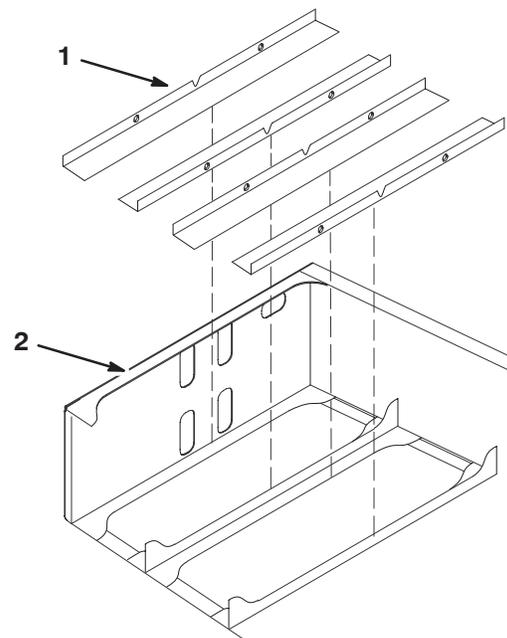

Bild 8
- Setzen Sie die Batteriekastenpolster in den hinteren Rahmen ein, siehe Bild 8.